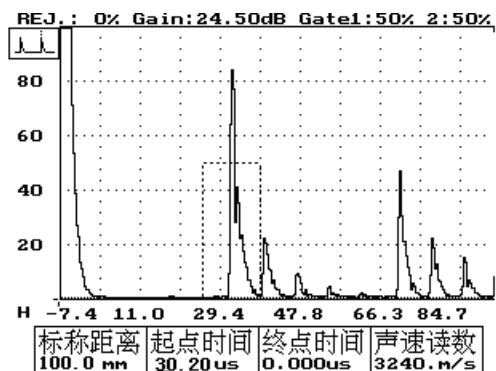

图 18-10
- 11、按进入键——推出声速校准的起点时间测试状态，同时在“起点时间”参数下有一“—”光标，提示用户是否对起点时间参数进行修改。如图 18-10 所示。